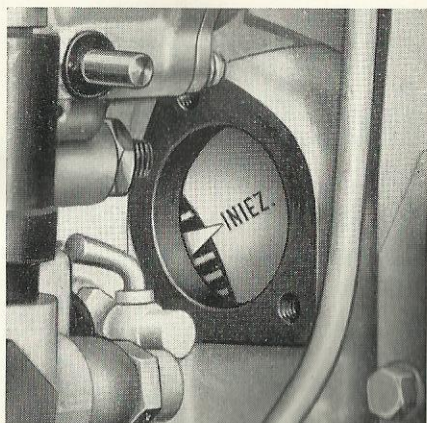

Fig. 30. - Repère sur le volant, pour le calage de la pompe d'injection.
- Déplacer le vilebrequin jusqu'à ce que le piston du cylindre n. 1 se trouve 25° avant le p.m.h. **en phase de compression**; cette avance est marquée sur le volant par le repère « INIEZ. » (*) qui doit coïncider avec l'index fixe (fig. 30).
- Contrôler si à cet instant le repère « INIEZ. » gravé sur le volant coïncide avec l'index fixe (fig. 30).